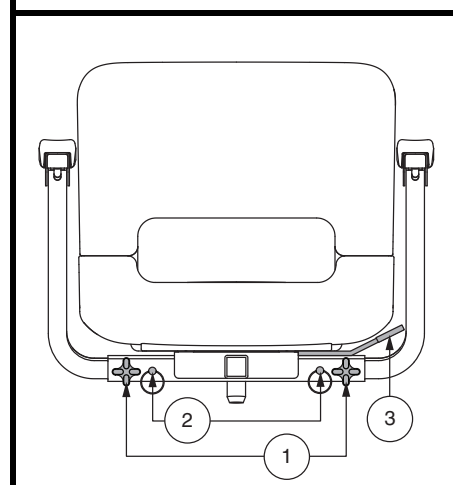

Figure 15. Réglage du siège - Style A
1. En fonction de votre type de siège, soit tirer vers le haut ou pousser vers l'avant le levier de rotation du siège afin de dégager le siège. **Voir la figure 15 ou 16.**